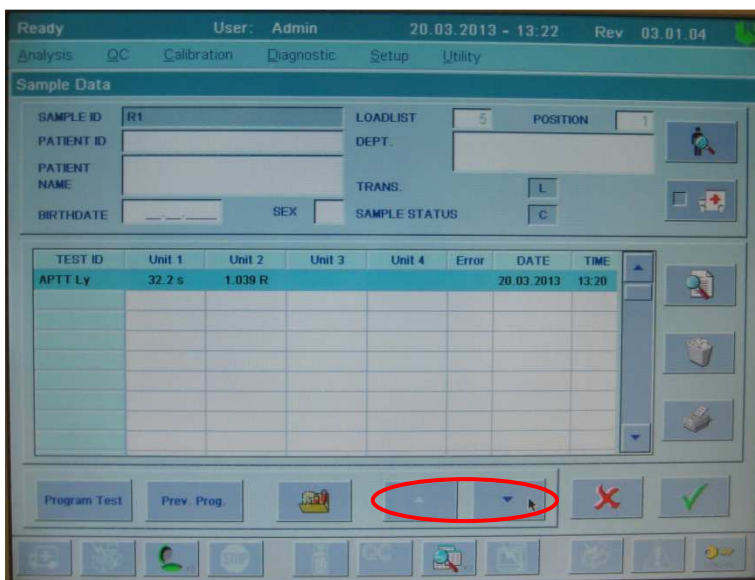

Рис. 18.
Запустить анализ нажатием кнопки Start Run . После окончания проведения теста можно посмотреть результаты, выбрав в меню Analysis→Loadlist→(выбрать анализируемый рабочий лист)→Details. Появится окно с результатами для каждого исследуемого образца (рис. 18).
Для просмотра данных других образцов того же рабочего листа можно использовать кнопки со стрелками (рис. 18). Значения АЧТВ в секундах будут отображаться в первом столбце (Unit 1, s).
2. Если для вычисления индекса АЧТВ требуется измерить АЧТВ контрольной плазмы одновременно с исследуемыми образцами, необходимо вместо теста АРТТ Lu использовать тест АРТТ SP. Программирование рабочего листа и постановка теста в этом случае проводится аналогично тесту АРТТ Lu, однако, необходимо дополнительно поместить флакон с контрольной нормальной плазмой в положение A1 прибора (Cal Plasm). После завершения анализа полученные значения индекса АЧТВ будут представлены во втором столбце результатов (Unit 2, R, рис. 18).